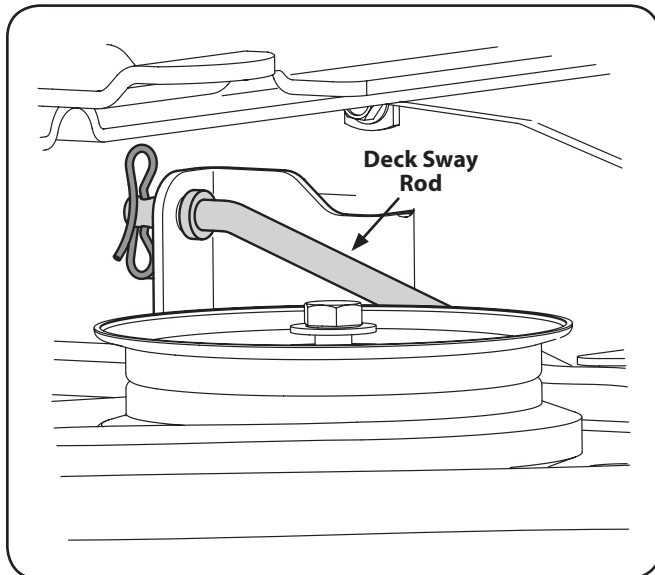

Figure 7-4
9. Enlevez la goupille fendue papillon qui maintient la tige de stabilisation du plateau de coupe au châssis du tracteur. Voir Fig. 7-4.